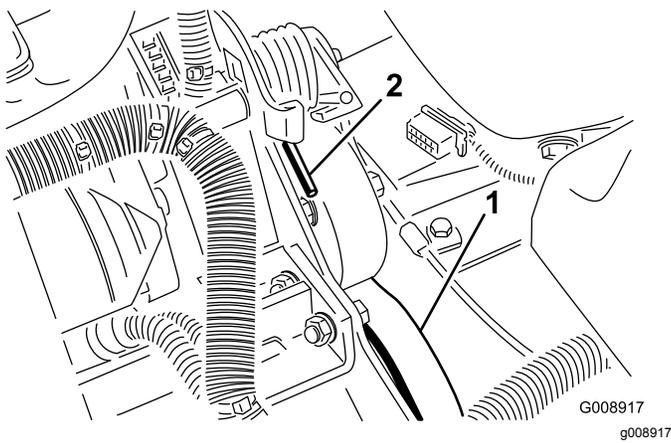

図 71
2. スプリングの端を前側に押し下げてブラケットから外し、スプリングのテンションをなくす 図 71。